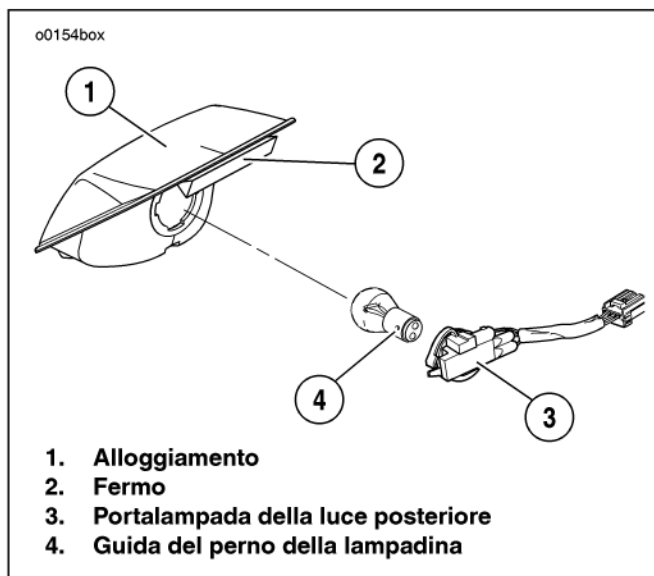

Figura 22. Gruppo della luce posteriore
1. Vedere la Figura 22. Per rimuovere il portalampada della luce posteriore, girarlo in senso antiorario ed estrarlo dall'alloggiamento della luce.
3. Vedere la Figura 22. Per la luce posteriore, installare **prima la parte superiore**, in modo che la tacca del fermo a contatto con il parafango scatti al suo posto. Quindi spingere la luce posteriore verso il lato anteriore del veicolo. Incastrare bene la coppa posteriore nell'apertura della luce del parafango e spingere verso il basso per bloccare in posizione. Viene prodotto uno scatto udibile.